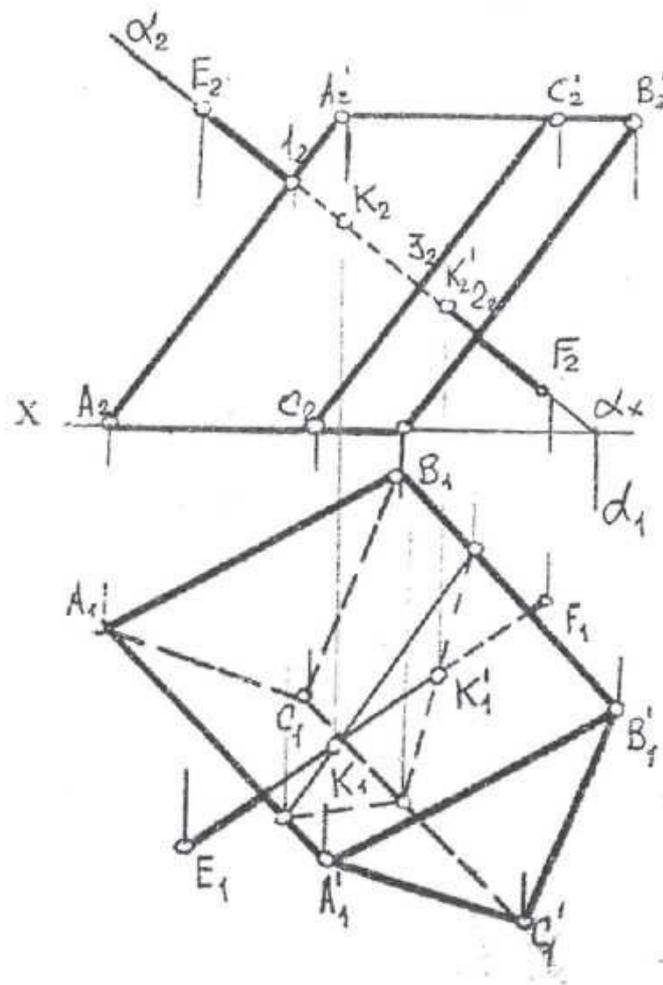
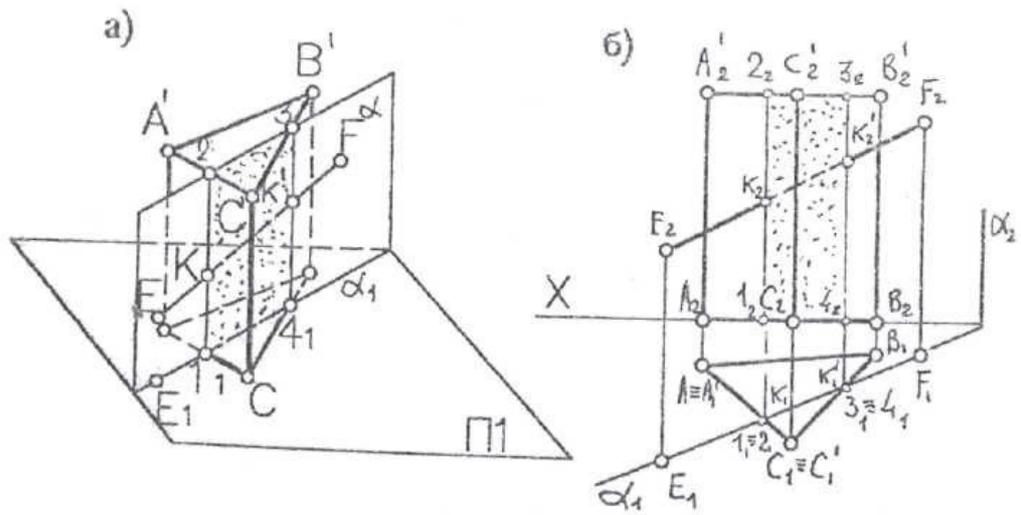

Рис. 12
Рис. 13
**Пересечение прямой с поверхностью наклонной призмы.** Для определения точек пересечения прямой с поверхностью наклонной призмы используется фронтально-проецирующая плоскость (рис.12). Все построения аналогичны построениям, принятым на рис.13 а, б. Сначала строится контур сечения от вспомогательной плоскости  $\alpha$  на горизонтальной проекции фигуры и отмечаются проекции точек пересечения (точек входа и выхода)  $K_1$  и  $K_1'$ . Затем находим фронтальные проекции этих точек  $K_2$  и  $K_2'$ . Фронтальные проекции точек пересечения лежат на пересечении линии связи с фронтальной проекцией линии пересечения, которая совпадает с фронтальным следом плоскости  $\alpha$ . Видимость элементов определяется отдельно для каждой проекции.